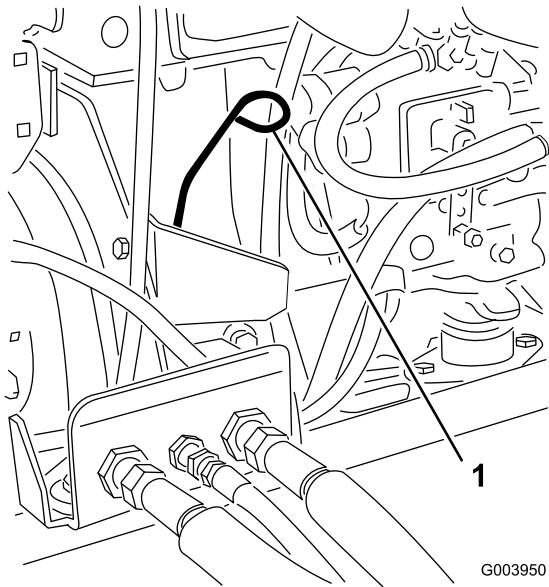

Figura 16
3. Togliete l'asta di livello, asciugatela e reinseritela (Figura 16).